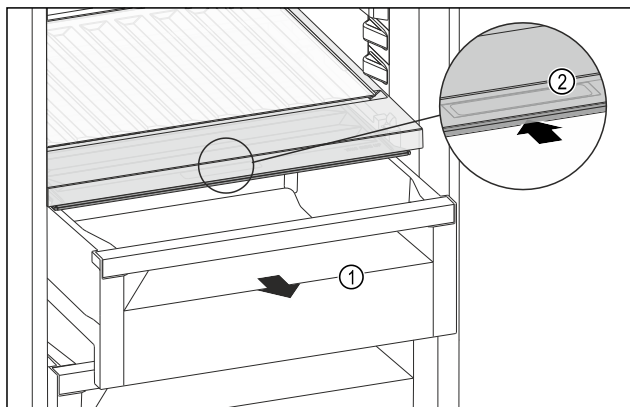

Fig. 263
- Витягніть висувний ящик Fig. 263 (1).
- Візьміться за потайну ручку Fig. 263 (2) на кришці відділення й одночасно посуньте кришку відділення назад.